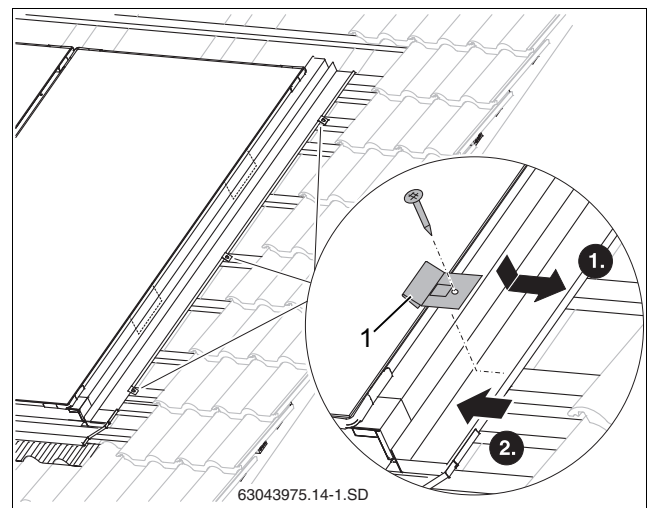

Рис. 49 Крепление бокового накладного листа
- ▶ Уложите прихват (рис. 49, [1]) в кант бокового накладного листа.